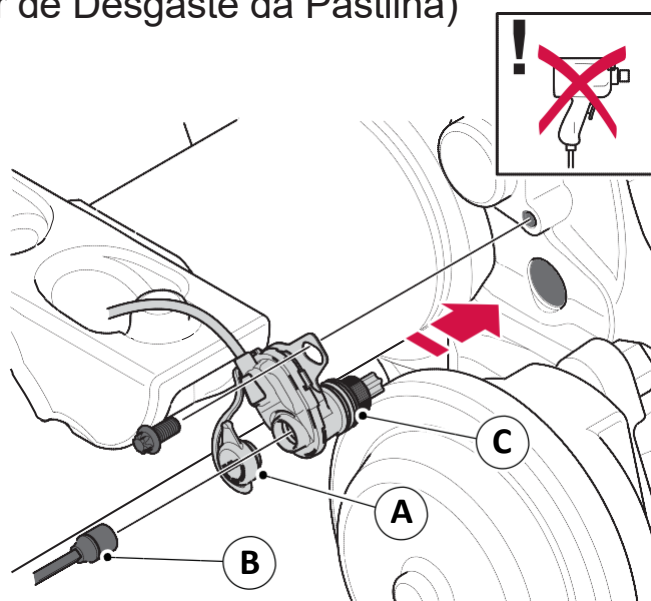

Figura 96. Sensor PWS/PWIS
Para ajustar ou desajustar manualmente o freio para trocar as pastilhas, remova o plugue de proteção (A) e use uma ferramenta de soquete padrão de 8 mm (B) (consulte a figura 96).